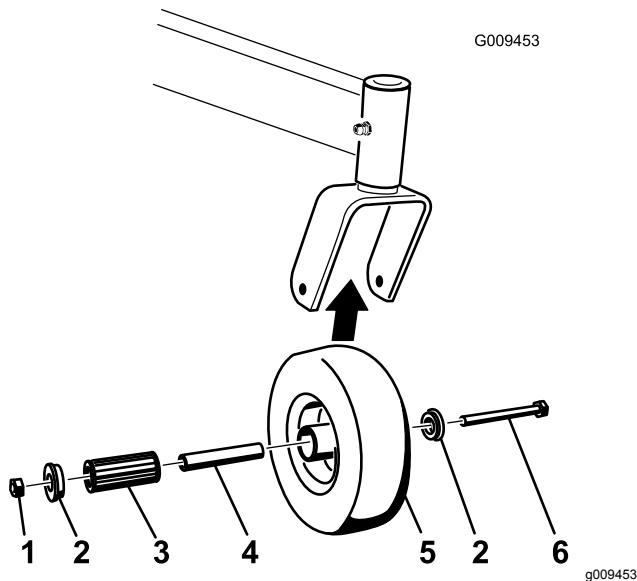

Bild 48
1. Entfernen Sie die Sicherungsmutter und die Radschraube, mit denen das Laufrad an der Laufradgabel befestigt ist (Bild 48).
2. Entfernen Sie eine Buchse und ziehen Sie dann die Spannbuchse sowie das Rollenlager aus der Radnabe heraus (Bild 48).
3. Entfernen Sie die andere Buchse aus der Radnabe und entfernen Sie Fett- und Schmutzrückstände von der Nabe (Bild 48).
Hinweis: Tauschen Sie abgenutzte und beschädigte Teile aus (Bild 48).
5. Stecken Sie eine Buchse in die Radnabe (Bild 48).
6. Fetten Sie das Rollenlager und die Vierkantbuchse ein und schieben beide in die Radnabe (Bild 48).
7. Stecken Sie die zweite Buchse in die Radnabe (Bild 48).
8. Bringen Sie das Laufrad in der Laufradgabel an und befestigen Sie es mit der Radschraube und Sicherungsmutter (Bild 48).
9. Ziehen Sie die Sicherungsmutter so weit fest, dass die Vierkantbuchse auf die Innenseite der Laufradgabeln trifft (Bild 48).